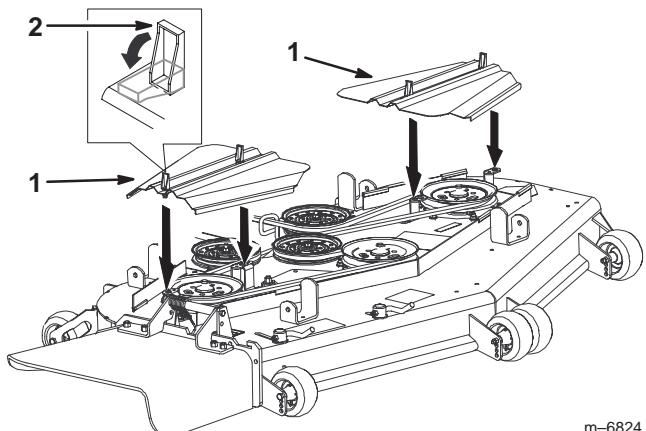

Figure 68
3. Déposez les couvercles de la courroie (Fig. 68).
7. Posez et verrouillez les couvercles de la courroie (Fig. 68).